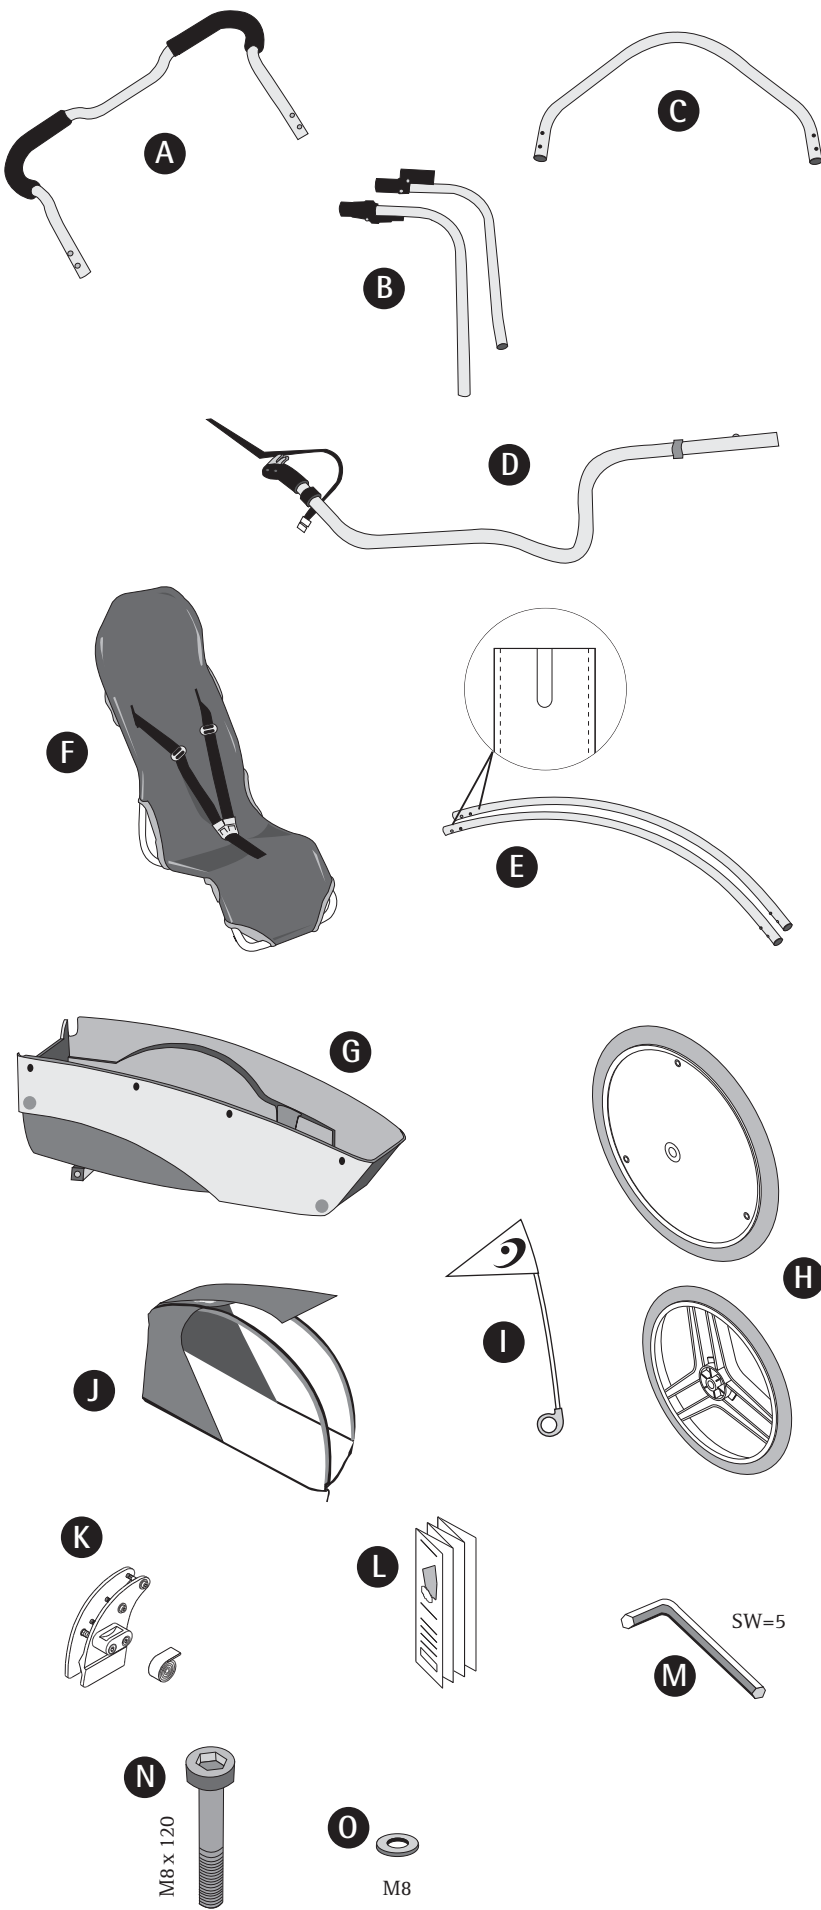

Fig. 1
## Volume della fornitura (fig.1)
- 1 Prepari il tetto (J) come illustrato e apra le cerniere lampo. Dopo prenda le due curve del tetto (E) e le introduca sul lato interno nei tubi flessibili tessili preparati. È indispensabile che la tacca fresata presso il tubo della curva del tetto si trovi in alto. (Fig. 1)
- 2 Faccia scorrere ora le parti terminali della curva del tetto nelle apposite parti terminali del collegamento del tetto che si trova presso il rinforzo premontato del tetto (C) e i rinforzi posteriori (B). Fate agganciare i bottoni a scatto.
- 3 Non attacchi ancora le cerniere lampo sul tetto. Adesso prenda lo châssis (G) e ponga i sedili (F) nelle guide dei sedili, applicate in basso allo châssis. Ora prenda il gancio (I) delle cinture dei sedili e lo agganci presso l'angolo di bloccaggio (II) e lo tiri **fortemente**.
- 4 Lo châssis ed il tetto sono ora preparati e si possono assemblare semplicemente mediante gli angoli a cerniera premontati. Faccia attenzione che i bottoni a scatto aggancino correttamente. Le ruote (H) comprese nella fornitura sono facili da montare. A questo scopo usi le corrispondenti viti M8 x 120 (N) con rondella (O), nonché la chiave (M) prevista a questo scopo.
- 5 Ora ha la possibilità di introdurre, con parte posteriore aperta, le staffe (A) attraverso i fori previsti. Anche qui faccia agganciare in modo ben udibile i bottoni a scatto.
- 6 Prenda la bandierina compresa nella fornitura (I) e la monti sul lato sinistro della staffa paracolpi, usando lo speciale supporto.
- 1 L'hardtop è montato allo châssis ed è già pronto per l'uso. La chiusura con clips sul lato posteriore si apre e si chiude nuovamente eseguendo un piccolo movimento a scatto. Le ruote (E) comprese nella fornitura sono facili da montare. A questo scopo usi le corrispondenti viti M8 x 120 (H) con rondella (I), nonché la chiave (J) prevista a questo scopo.
- 2 Ora è possibile introdurre in modo molto semplice il timone (C) compreso nella fornitura nell'apposito alloggiamento premontato. Faccia scattare in modo ben udibile il bottone a scatto e chiuda il tenditore rapido (fig. 1).